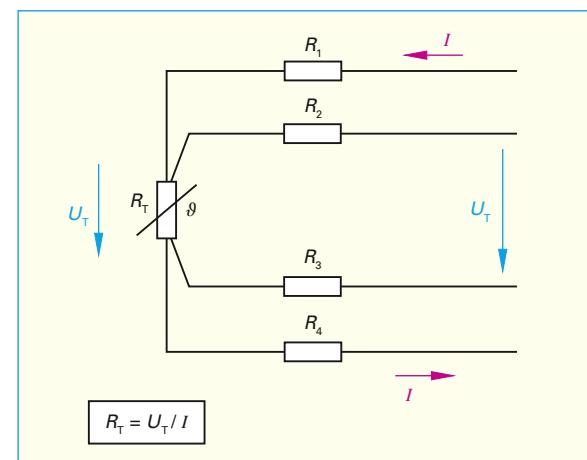

Bild 2: Vierleiterschaltung
- 2.4 a) Das analoge Eingangssignal wird bei Widerstandsthermometern durch einen von der Baugruppe gelieferten Konstantstrom gebildet und mit einem Vierleiter-Anschluss gemessen (**Bild 2**). Welchen Vorteil bietet dieses Verfahren?